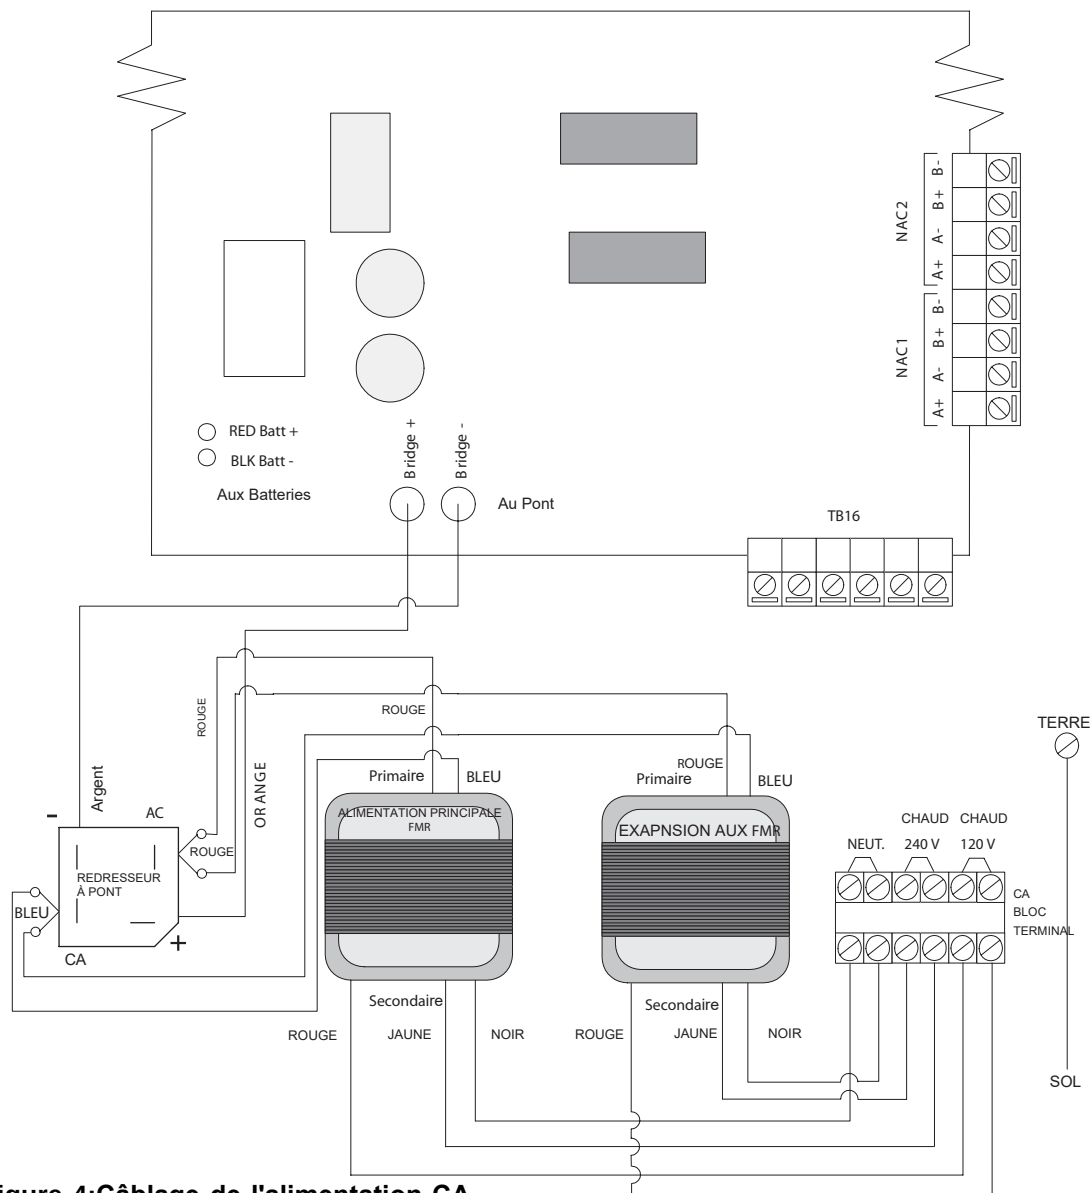

Figure 4: Câblage de l'alimentation CA
- Raccordez le câblage CA au bornier CA (voir la figure 4 à la page 16). Fixer le fil de terre vert à la vis de terre de la plaque arrière.